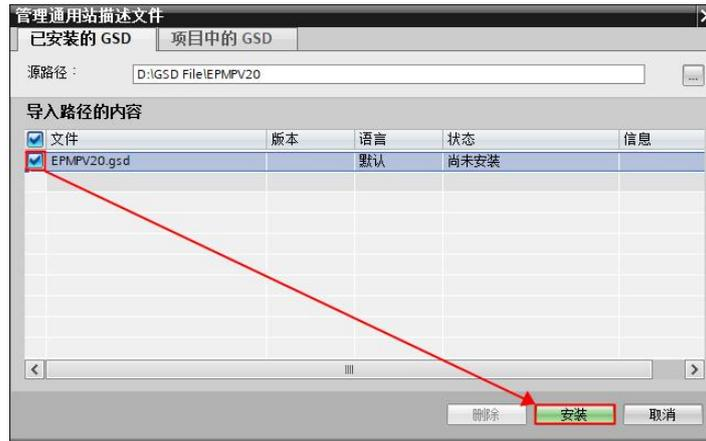

图 7 安装 GSD 文件
7. 勾选需要安装的 GSD 文件并点击右下方安装按钮开始安装，如图 7 所示